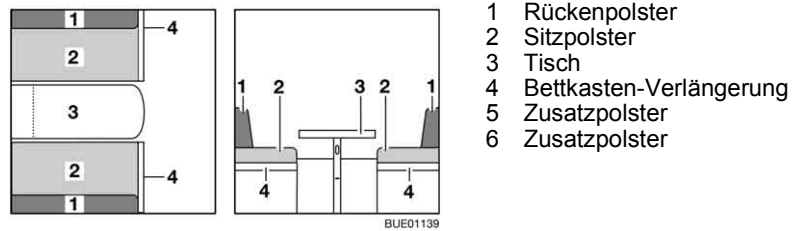

Bild 88 Vor dem Umbau
- Tisch (Bild 88,3) zum Bettunterbau umbauen (siehe Abschnitt 6.11).
- Bettkasten-Verlängerung (Bild 88,4) ausklappen.
- Die Rückenpolster (Bild 88,1) abnehmen und beiseite legen.